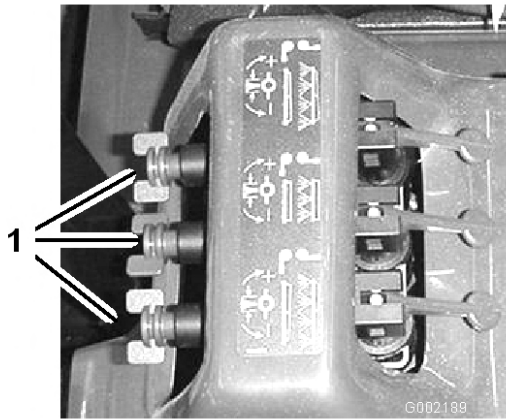

Figura 27
12. Ajuste la válvula de retorno del brazo que cerró (Figura 27), situada debajo de la válvula de control de ese brazo, hasta que la presión marcada en el indicador sea la misma que en el paso 9.